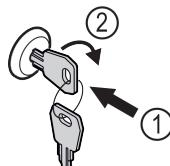

Fig. 205
- Iespiediet atslēgu. Fig. 205 (1)
- Grieziet atslēgu par 90° pulksteņrādītāja virzienā. Fig. 205 (2)